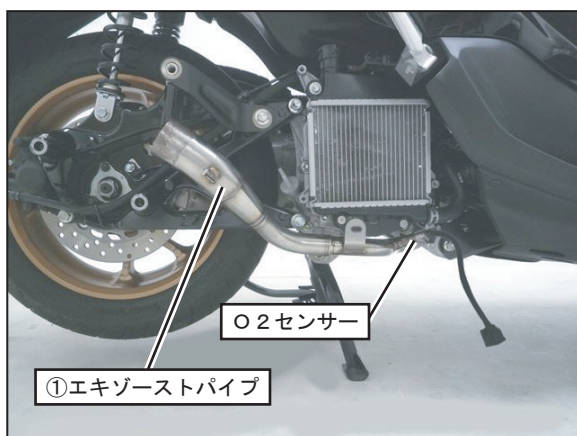

FIG. 4
4. 純正マフラーからO2センサーを取り外し、①エキゾーストパイプに取り付けて下さい。
次に、純正エキゾーストガスケットを新品に交換し、①エキゾーストパイプをエンジンの排気ポート部に純正ナットを使用して仮締めして下さい。(FIG. 4, 5 参照)